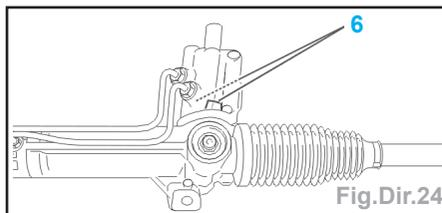

Fig.Dir.24
- desserrer la vis (5) de quelques tours.
- à l'aide de l'outil [3], desserrer la vis (5) de quelques tours.
- Déposer les vis de fixation (6) (Fig.Dir.24).